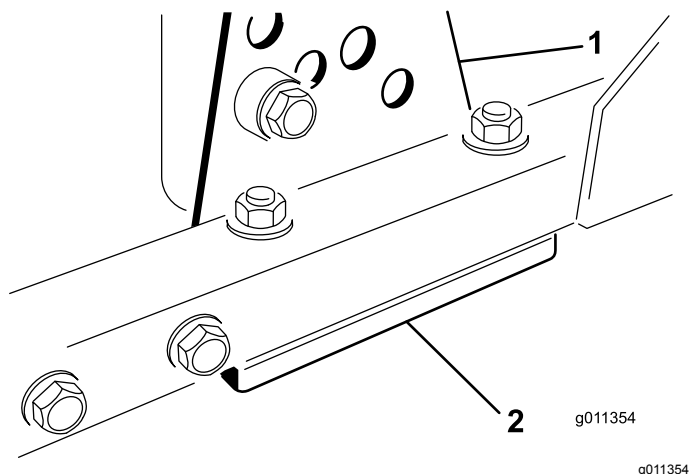

**Figure 58**
1. Retirez le support de hauteur de coupe (avant, gauche ou droit) du cadre du plateau de coupe (Figure 58).
2. Placez des cales de 1,5 mm et/ou une cale de 0,7 mm entre le bâti et le support du plateau pour obtenir la hauteur de coupe voulue (Figure 58).